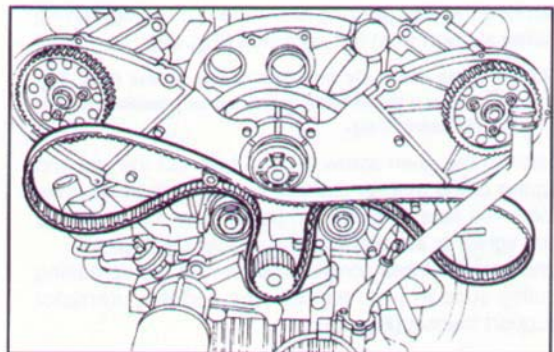

Fig. 29 ▲
- utilizzando l'attrezzo AG 25680 allentare la vite di fissaggio del galoppino e ruotare il galoppino in senso orario per allentare la tensione della cinghia distribuzione, quindi rimuovere la cinghia stessa (**Fig. 29**);
- using tool AG 25680, slacken the screw securing the tightening pulley and turn the tightening pulley clockwise to slacken tension of the timing belt and remove the belt (**Fig. 29**);